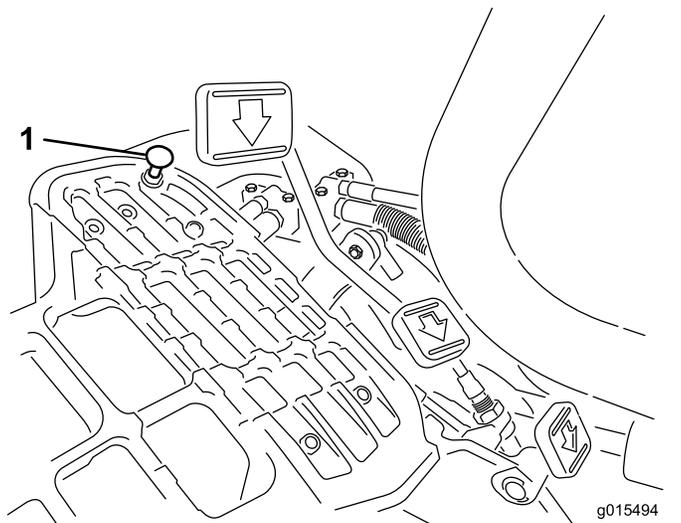

Рисунок 39
Для получения максимальной транспортной скорости переведите рычаг управления трансмиссией в положение ТРАНСПОРТИРОВКИ и нажмите на педаль управления тягой. Если педаль касается упора (Рисунок 39) до того, как на тросике начинает ощущаться натяжение, выполните следующую регулировку:
1. Переведите рычаг управления трансмиссией в положение ТРАНСПОРТИРОВКИ и ослабьте контргайку, которая крепит упор педали к полу (Рисунок 39).